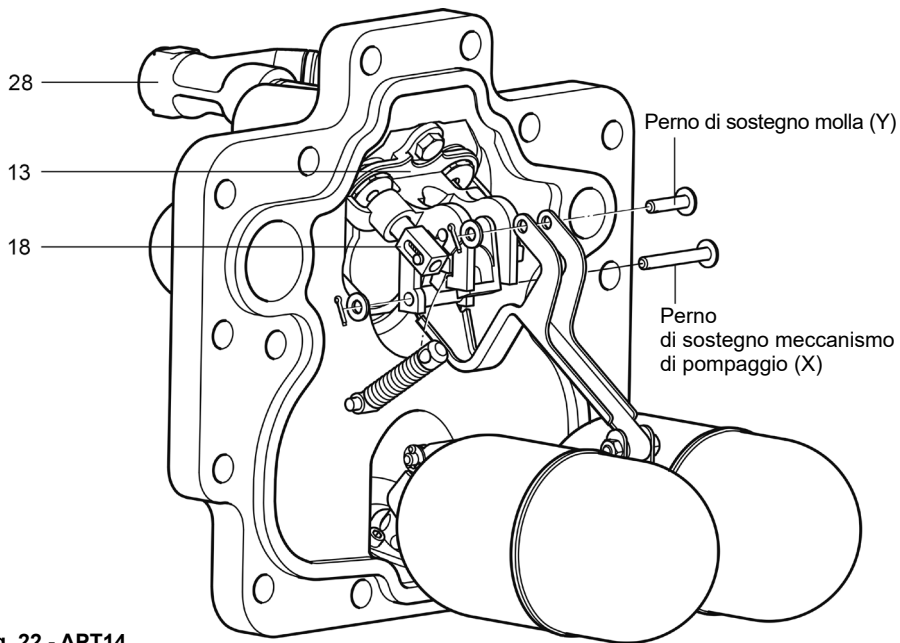

Fig. 22 - APT14
4. Sfilare copiglie, rondelle e perni (X e Y) dalla molla e dal meccanismo di pompaggio (vedere la Fig. 22).
6. Far scorrere leggermente verso il basso il gruppo braccio di azionamento e valvola di sfiato lungo le guide, fino al loro completo disimpegno. Può essere necessario arretrare la valvola (particolare 18) comprimendo la sua molla di contrasto per estrarla dalla guida della squadretta del meccanismo di pompaggio (particolare 13, Fig. 22).
10. Verificare che il braccio di azionamento sia collocato ed allineato correttamente nella squadretta di fissaggio (particolare 13 Fig. 22).
12. Quando si rimontano i perni, rispettivamente (Y) e (X), della molla e del meccanismo di pompaggio, utilizzare sempre copiglie e rondelle nuove.
15. Ricollegare le connessioni con le linee di alimentazione(S) e sfiato (E). L'APT14, l'APT14HC o l'APT14SHC può ora essere messo in servizio.
16. Assicurarci sempre della presenza del filtro Spirax Sarco con l'elemento da 100 mesh sulla linea di alimentazione del fluido motore (particolare 28, Fig. 22).